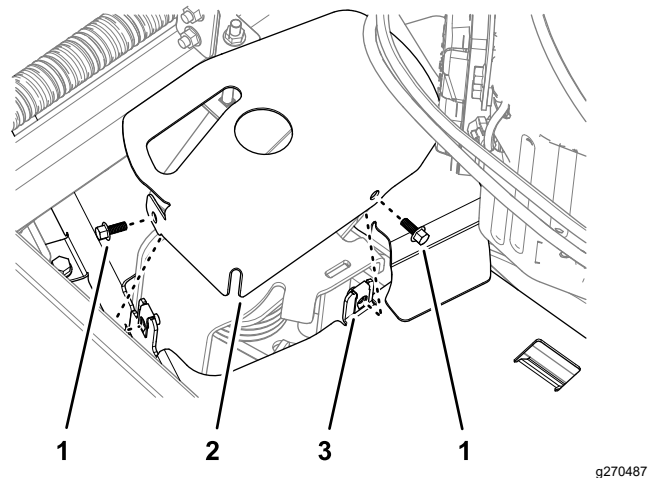

Figura 5
1. Retire los 2 tornillos con arandela prensada que fijan la cubierta del tensor a la cubierta de la correa izquierda, y retire la cubierta del tensor (Figura 5).